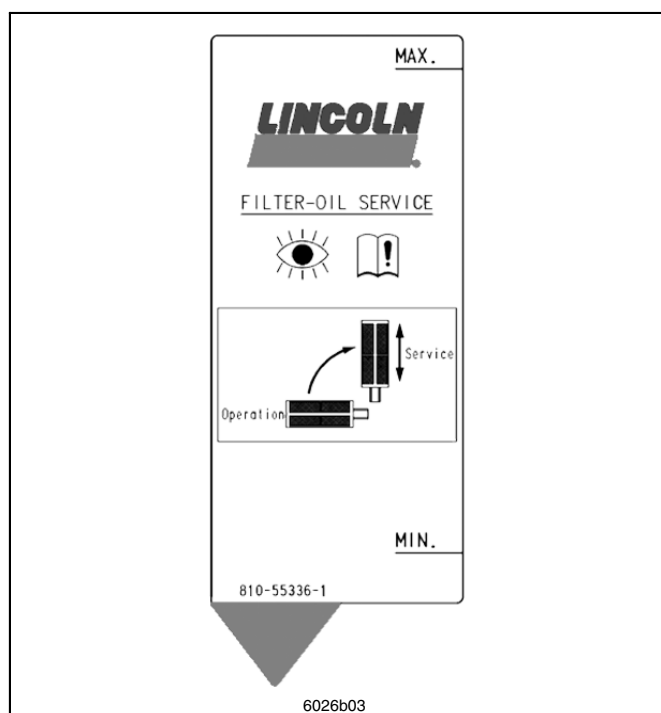

Abb. 18 Filter-Oil Service und Füllstandsanzeige der ESILUB Oil Pumpe EOS
Vermeiden Sie das Ansaugen von Luft durch den Ansaugfilter. Die senkrecht geschwenkte Position (Service) dient ausschließlich dem Filterwechsel. Zum Betrieb muss sich der Ansaugfilter in waagrechter Lage (Operation) befinden (vgl. Abb. 18).
- Vergewissern Sie sich dabei, dass der Mindestfüllstand nicht unterschritten wird (Abb. 18, MIN.-Markierung)